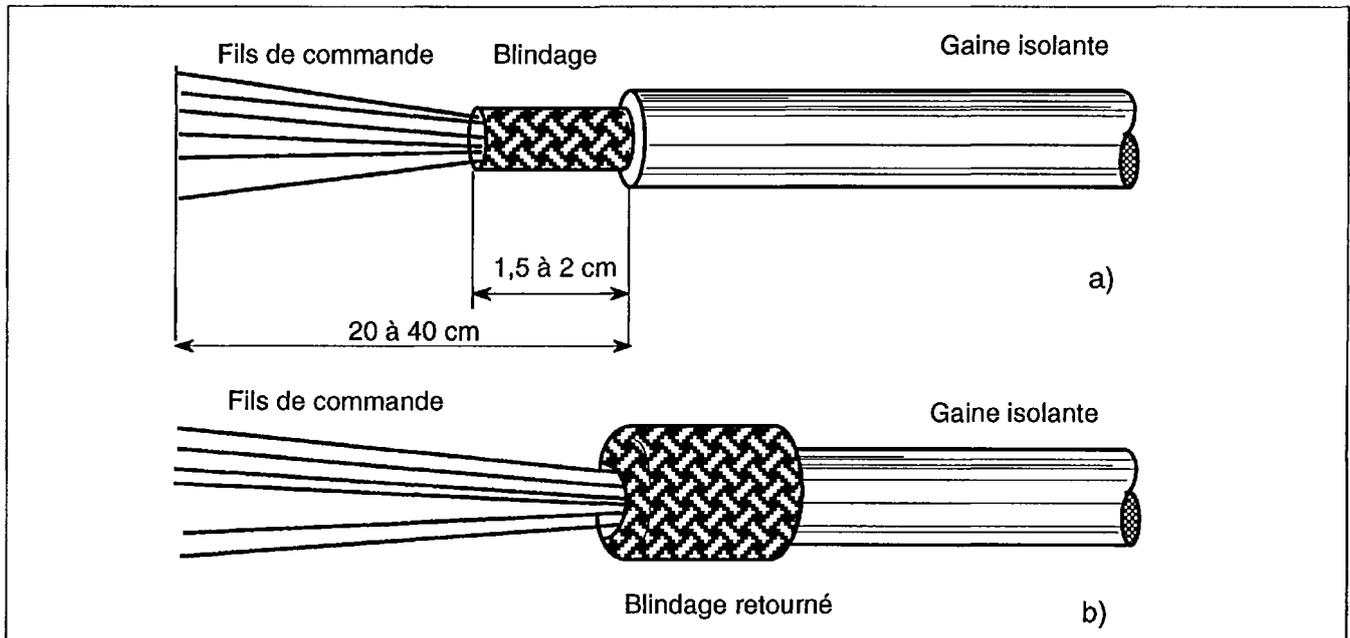

Figure 3 Dénudage du câble de commande
- **Dénuder** le câble blindé comme expliqué sur la figure 3,a.
- **Retourner** le blindage sur la gaine isolante (figure 3,b).